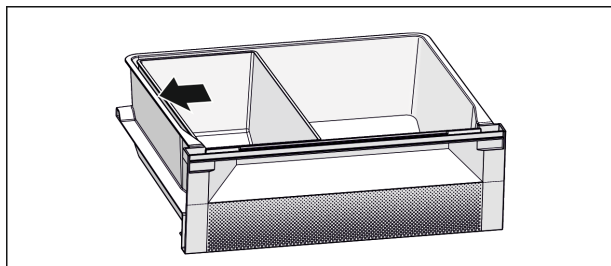

Fig. 6
- ▶ Fish & Seafood-Schale positionieren. Mit der abgebildeten Position Fig. 6 () erhalten Sie eine optimale Kühlfunktion.